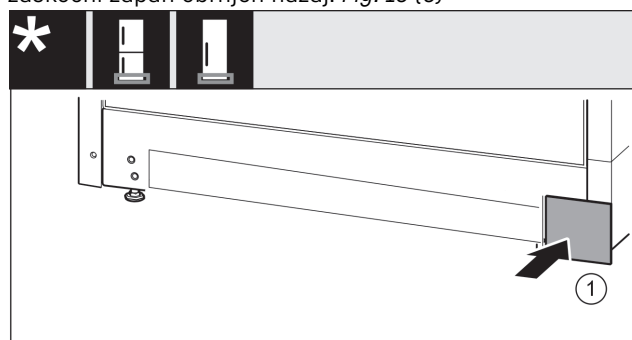

Fig. 16
- ▶ Oblogo ponovno namestite na drugi strani. Fig. 16 (1)